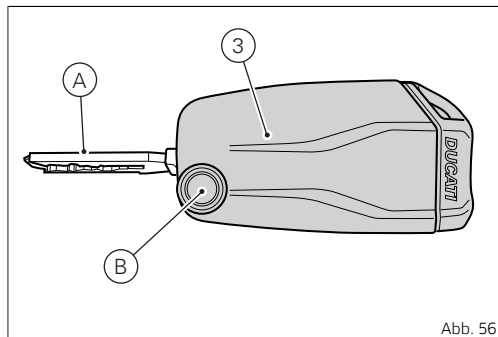

Abb. 56
Das Key-on erfolgt auf das Drücken der Taste (7) am Lenker und bei Vorhandensein des aktiven Schlüssels (3, Abb. 56 S.76).
Das „Key-off“ erfolgt auf das Drücken der Taste (7) am Lenker, auch wenn der Schlüssel (3, Abb. 56 S.76) nicht vorhanden ist, jedoch nur bei einer Fahrzeuggeschwindigkeit gleich Null.
Das Key-on erfolgt auf das Drücken der Taste (1) am Hands Free-Block und bei Vorhandensein des aktiven Schlüssels (3, Abb. 56 S.76).
Das Key-off erfolgt auf das Drücken der Taste (1) am Hands Free-Block auch ohne vorhandenen Schlüssel (3, Abb. 56 S.76).